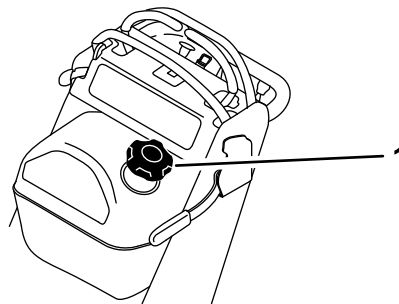

Figure 39
3. Nettoyez la surface autour du bouchon du réservoir de carburant pour éviter que des débris tombent à l'intérieur du réservoir (Figure 39).
6. À l'aide du siphon, vidangez le carburant dans un bidon propre (Figure 39).